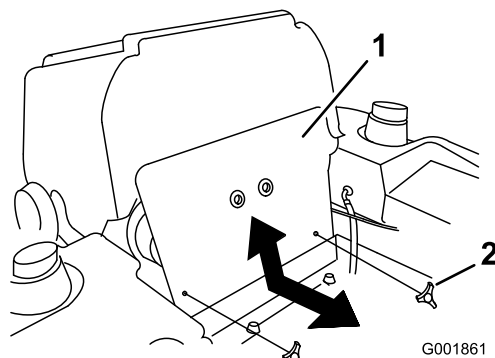

Figure 55
1. Basculez le siège en avant et déposez le panneau avant du moteur (Figure 55).